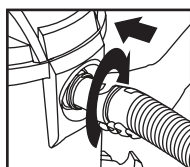

FIGURE 26
34. Réinsérez le tuyau dans l'admission et serrez l'écrou autobloquant. **FIGURE 26.**